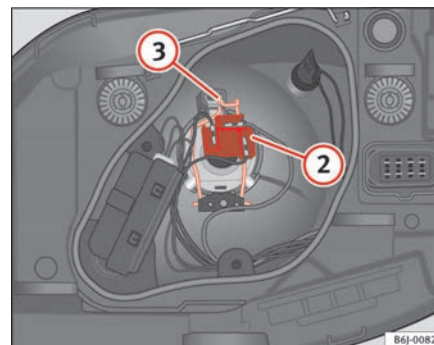

Fig. 153 Anabbagliante e abbagliante faro singolo
- Estrarre il connettore ⇒ pag. 237, fig. 153 ② dalla lampada.
- Sganciare la molla di ritegno ⇒ pag. 237, fig. 153 ③ premendo verso l'interno e a destra.